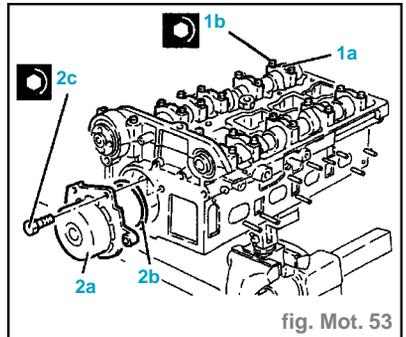
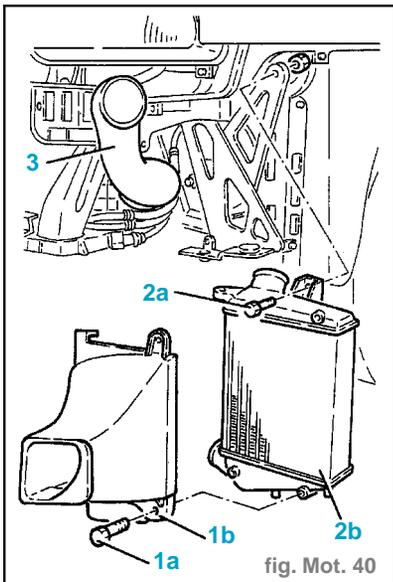
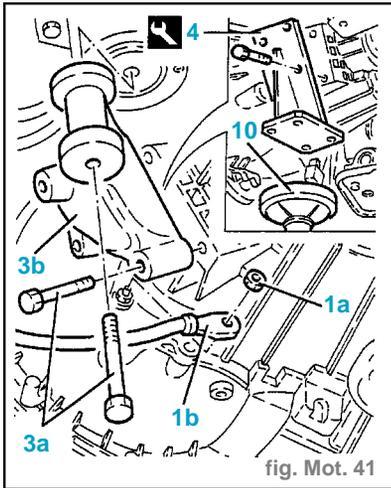
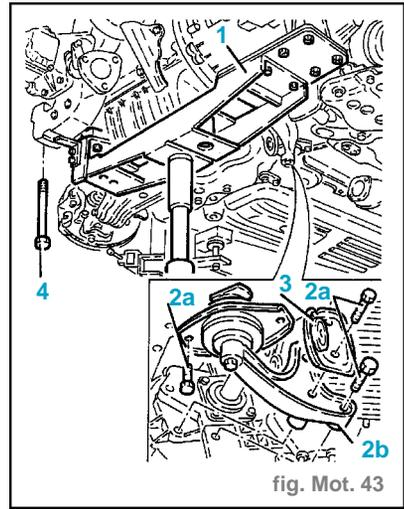

fig. Mot. 53
fig. Mot. 40
fig. Mot. 41
fig. Mot. 43
- Monter la soupape (4) et la soutenir avec les outils (1b) et (1c) (fig. Mot.43).
- Monter les ressorts de soupapes (3).
- Monter le plateau supérieur de soupape (2).
- Assembler les chapeaux des arbres à cames (1a) et les fixer avec les vis (1b) au couple de **1,3 à 1,6 daN.m** (fig. Mot. 53).
- Dévisser les vis (1a) et déposer le convoyeur d'air (1b) pour l'échangeur de chaleur air-air de suralimentation. (fig. Mot. 40)
- Déposer la prise d'air froid (3) pour le filtre à air.
- Dévisser l'écrou (1a) et déconnecter le câble de masse (1b) de la boîte de vitesses. (fig. Mot. 41)
- Placer l'outil (1) pour la dépose du groupe motopropulseur ainsi assemblé sous le groupe du motopropulseur et le fixer à l'outil précédemment monté (fig. Mot. 43)
- Récupérer le support rigide (3) de la tuyauterie de décharge.
- Dévisser la vis (4) du support rigide du motopropulseur du côté de la distribution au tampon élastique.
- Resserrer au couple la vis (4) du support rigide du motopropulseur du côté de la distribution au tampon élastique. (fig. Mot.43)
- Monter le support intermédiaire du groupe du motopropulseur (2b) y compris le support rigide de la tuyauterie de décharge (3) et le fixer avec les vis relatives (2a) au couple.
- Monter le support intermédiaire du groupe du motopropulseur (3b) et le fixer avec les vis relatives (3a) au couple. (fig. Mot. 41)